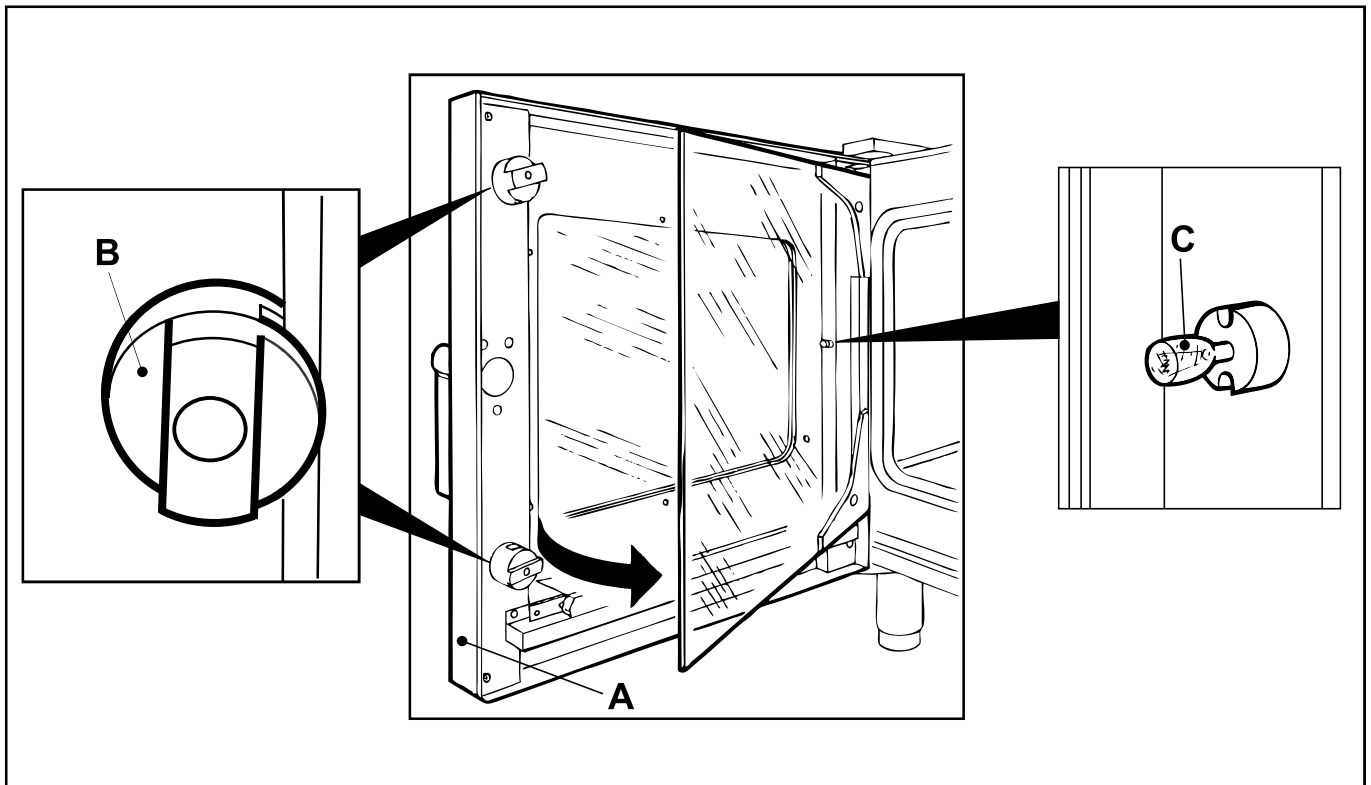

fig. 9
- 1) Abrir la puerta del horno (A - fig. 9).
- 2) Girar los retenes de plástico (B - fig. 9) de bloqueo del vidrio interno y abrirlo de modo plegable.
- 3) Sustituir la lámpara (C - fig. 9).